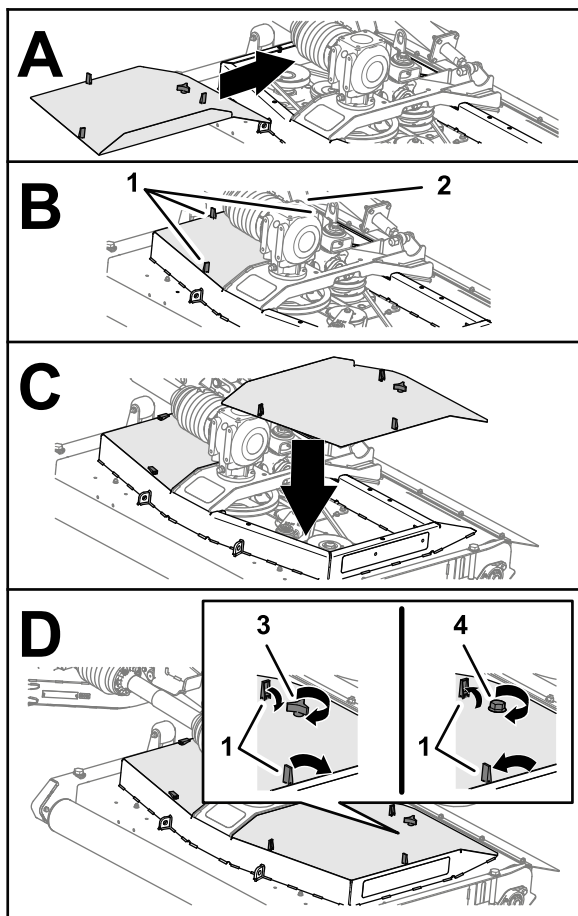

Figura 41
1. Alinhe os trincos da tampa da plataforma do cortador com os orifícios na plataforma do cortador (Figura 41).
2. Monte a tampa da plataforma na plataforma do cortador (Figura 41).
3. Prenda a tampa (Figura 41) da seguinte forma:
4. Prenda os 3 trincos que da tampa da plataforma do cortador (Figura 41).
5. Repita os passos 1 a 4 para as outras tampas que retirou (Figura 41).